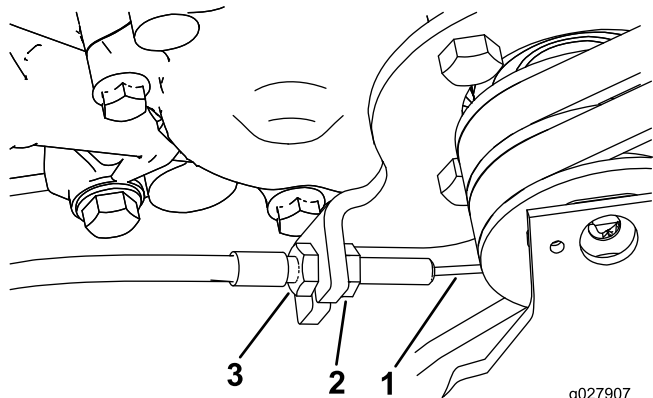

Bild 43
3. Lösen Sie zum Erhöhen der Zugspannung die Klemmutter des vorderen Zugs und ziehen Sie die Klemmutter des hinteren Zugs an (Bild 43), bis eine Kraft von 2,75 kg bis 3,25 kg benötigt wird, um den Fahrtrieb zu aktivieren.